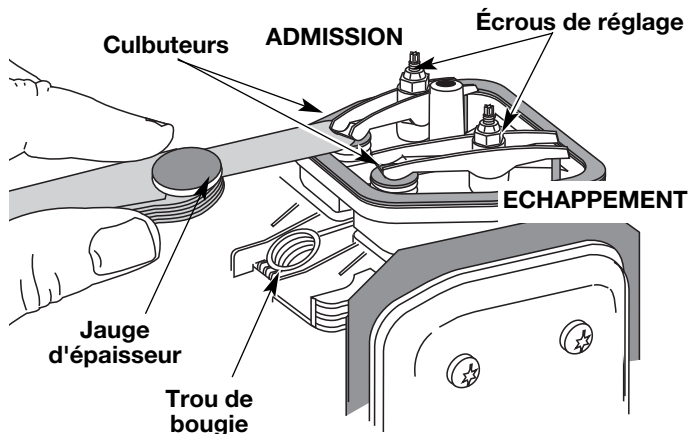

Fig. 29
- Le piston est au sommet de sa course lorsqu'on regarde par le trou de la bougie (Fig. 29).
Servez-vous d'une jauge d'épaisseur d'automobile standard de 0,127 et 0,381 mm (0,005 et 0,015 po). La jauge d'épaisseur devrait pouvoir glisser entre le culbuteur et la tige de soupape en rencontrant une faible résistance mais sans coller (Fig. 29 & 30).